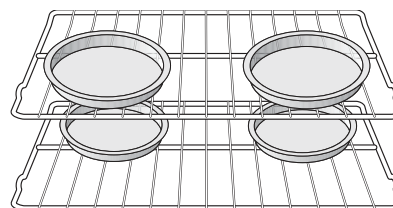

Fig. 44 Ustensiles espacés pour la cuisson à convection
- Pour la cuisson à convection sur plusieurs grilles, placez les aliments sur les grilles, comme illustré sur la figure 44.